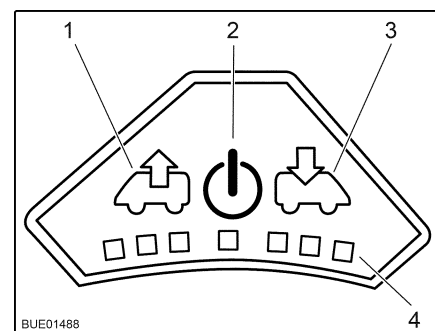

Bild 56 Fläktreglage
- Slå på:** ■ Tryck på På/Av-knappen (Bild 56,2). Fläkten går i komfortläge (vädring med lägsta fläktvarvtal).
- Avluftning:** ■ För att höja fläktvarvtalet: Tryck på vädringsknappen (Bild 56,1). Fläktvarvtalet i vädringsriktningen ökar en nivå. Lysdioderna (Bild 56,4) visar de olika nivåerna.
■ För att minska fläktvarvtalet: Tryck på ventilationsknappen (Bild 56,3). Fläktvarvtalet minskar en nivå.
- För att höja fläktvarvtalet: Tryck på ventilationsknappen (Bild 56,3). Fläktvarvtalet i ventilationsriktningen ökar en nivå. Lysdioderna (Bild 56,4) visar de olika nivåerna.
- För att minska fläktvarvtalet: Tryck på vädringsknappen (Bild 56,1). Fläktvarvtalet minskar en nivå.
- Tryck på På/Av-knappen (Bild 56,2). Fläkten stannar och lamporna släcks.